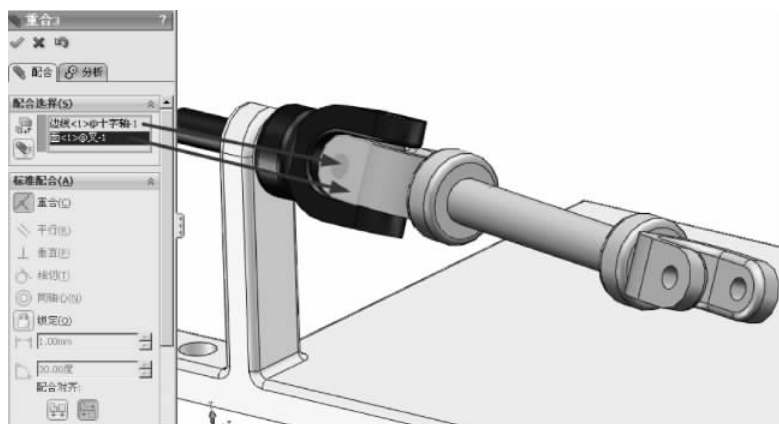

图 3-65 重合配合
(3) 单击【装配体】工具栏中的【配合】按钮,弹出【配合】的属性设置。选择【标准配合】选项组下的【重合】配合类型,在【要配合的实体】选择框中选择如图 3-65 所示的面,其他保持默认,单击【确定】按钮,完成重合的配合。